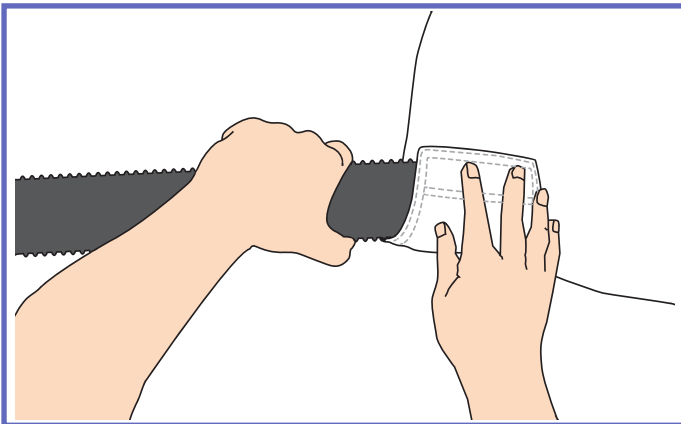

Fig. 4
- 3) Använd kardborrebandet för att fästa luftslangen, se "Fig. 4".